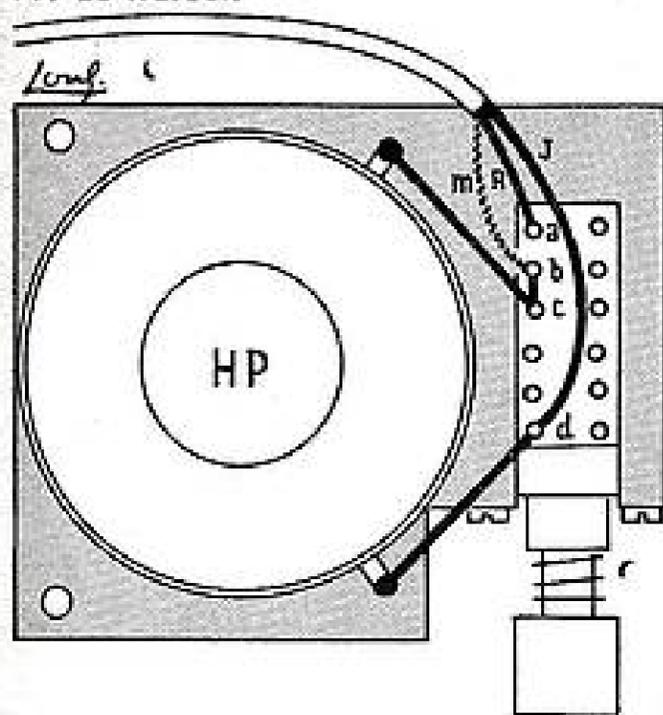

FIG. 4. — Poste secondaire.
**Le poste secondaire.** — Le support du poste secondaire est une plaquette métallique dont la forme est définie sur la figure 4. Sur cette plaquette on visse le commutateur à poussoir. Le HP est mis en place en introduisant sa culasse dans le trou circulaire de la plaquette support. Tout comme pour le poste principal on met entre ce support et le HP de la mousse plastique.
Et cette possibilité se présentera deux fois, même dans l'amplificateur le plus simple qui ne comprendrait que deux étages: à la sortie du premier ou du deuxième de ces étages. Et même si l'on généralise cette donnée, on pourra aller aussi loin que l'on voudra et effectuer un tel prélèvement également après plus de deux étages: un push-pull (fig. 4) par exemple, comporte bien, déphasage compris, 2 étages en cascade, au moins, et là la bobine mobile représentera un point de départ idéal. Le seul problème car il ne saurait s'agir d'une véritable difficulté à résoudre, sera représenté par la phase des signaux, puisque, par définition, tout étage attaqué par la grille déphase de  $180^\circ$  le signal qui lui est confié. C'est la non-observance de cette règle, somme toute élémentaire, qui provoque, lors du réglage, les hurlements bien connus, mais ceux-ci précisément, ne risquent pratiquement plus de se produire par la suite dans un amplificateur bien